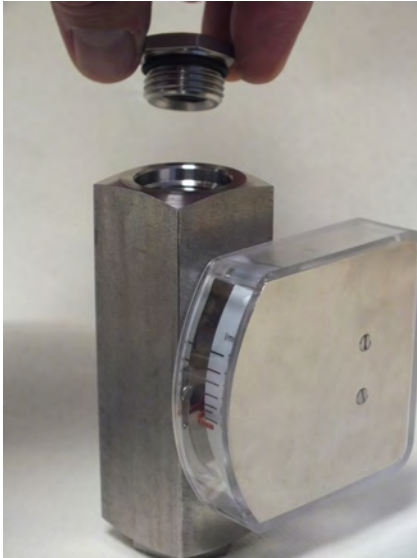

Abb. 43: Verschraubung (Ausgang) abnehmen
7. Verschraubung (Ausgang) herausdrehen und vom Gerätekörper nehmen (Abb. 43). Falls nötig, O-Ring von Verschraubung abnehmen.